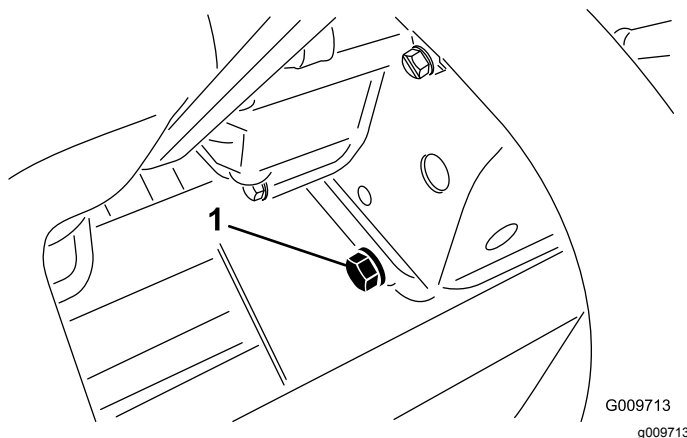

図 77
2. ドレンプラグ 図 77 を外してオイルを容器に受ける。